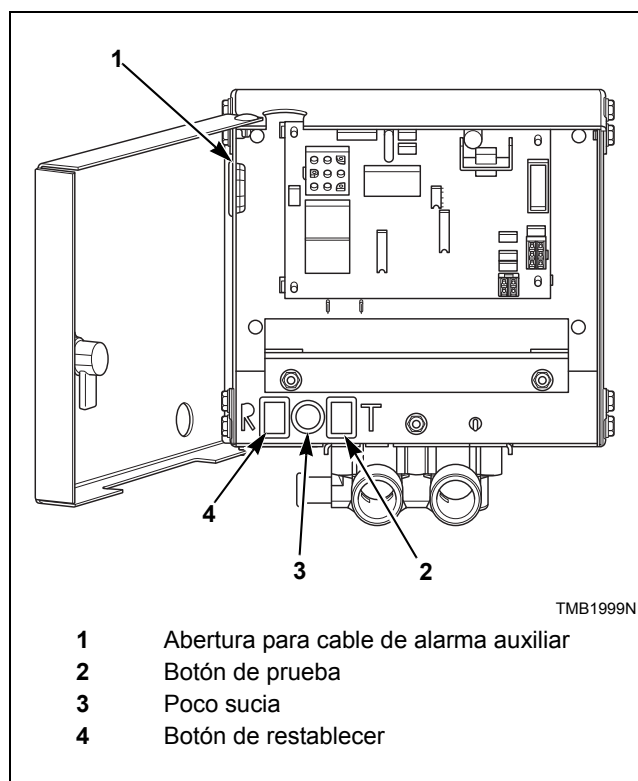
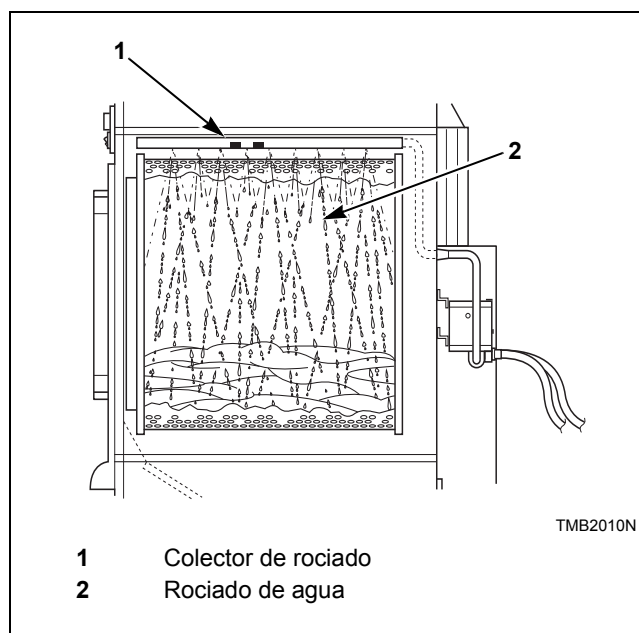

Figura 42
Figura 43
6. Pulse y mantenga presionado el botón de prueba, verifique que la luz esté encendida, esto debe tomar aproximadamente cinco segundos. Consulte la *Figura 42*. Después de una pausa de un segundo el agua debe de empezar a rociar dentro del cilindro.
7. Después de 15 segundos de rociado de agua, pulse y mantenga presionado el botón reinicio (reset) hasta que se apague el rociado de agua y la luz se apague. Esto debe tomar aproximadamente un segundo. Consulte la *Figura 42* y la *Figura 43*.